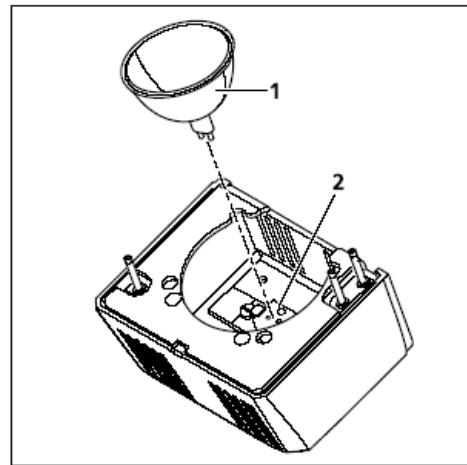

图 3-22 插入 12V, 50W 卤素灯
- 按着新灯(图 3-22/1)，轻轻地，小心地将其两个针脚插入灯座(图 3-22/2)。注意不要触碰灯的保护玻璃。为了避免折断针脚或破坏灯的针脚连接部分，不能将灯倾斜安装。